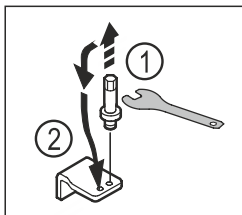

Fig. 13
- ▶ Lironi bulonat e bazamentit mbështetës të poshtëm me çelësin e jashtëm kriket SW5. Fig. 13 (1)
- ▶ Vendosni bulonat në anën e kundërt. Fig. 13 (2)